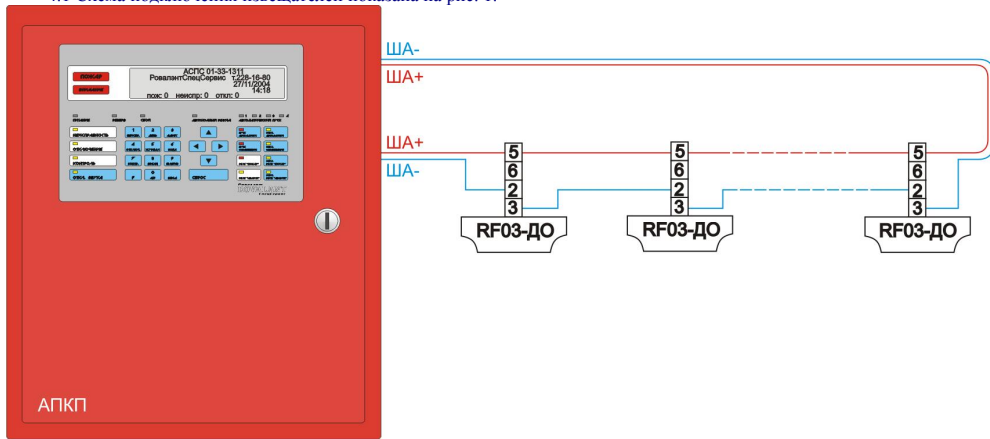

Рисунок 1. Схема подключения извещателей.
4.1 Схема подключения извещателей показана на рис. 1.
4.2 Розетку вместе с основанием упаковки закрепить двумя винтами в месте установки извещателя и подключить к шлейфу согласно схемы подключения на рис. 1, пропустив входящие и выходящие провода через основание упаковки внутрь свободной области в центре розетки. Извещатель подключить с помощью розетки согласно нумерации на розетке и извещателе. Назначение контактов извещателя приведено в табл. 2.